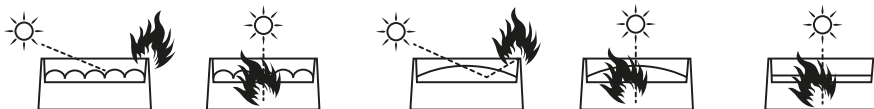

Figure 2. Lenses can focused sunlight and strong light, presenting a risk of fire and damage to the fixture. Shield or shade the head if necessary.
**Rysunek 2.** Soczewki mogą skupiać światło słoneczne i silne światło, stwarzając ryzyko pożaru i uszkodzenia urządzenia. W razie potrzeby należy osłonić lub zasłonić głowę.